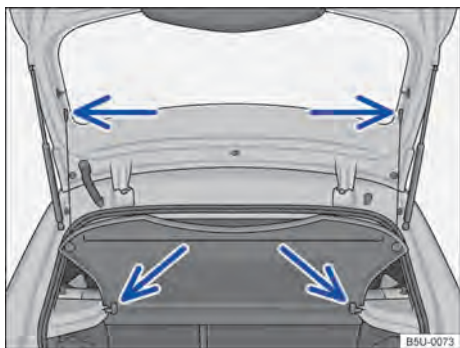

Fig. 74 No compartimento de bagagem: remover e instalar a cobertura do compartimento de bagagem.
- Desprender os cordões de retenção do suporte da tampa traseira → Fig. 74 (setas superiores).
- Retirar a cobertura do compartimento de bagagem por trás, para fora dos suportes laterais → Fig. 74 (setas inferiores).
- Empurrar a cobertura do compartimento de bagagem para a frente, introduzindo-a nos suportes laterais → Fig. 74 (setas inferiores).
- Encaixar os cordões de retenção na tampa traseira → Fig. 74 (setas superiores).